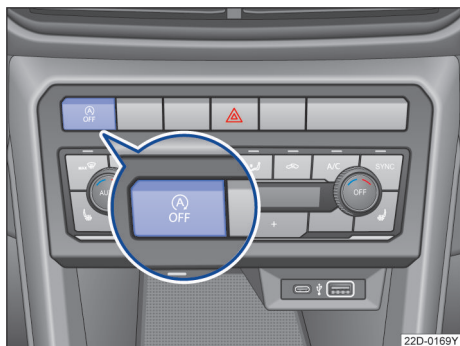

图 97 启停系统按钮
- 按两次按钮  →图 97。
- 按下按钮  → 图 97。